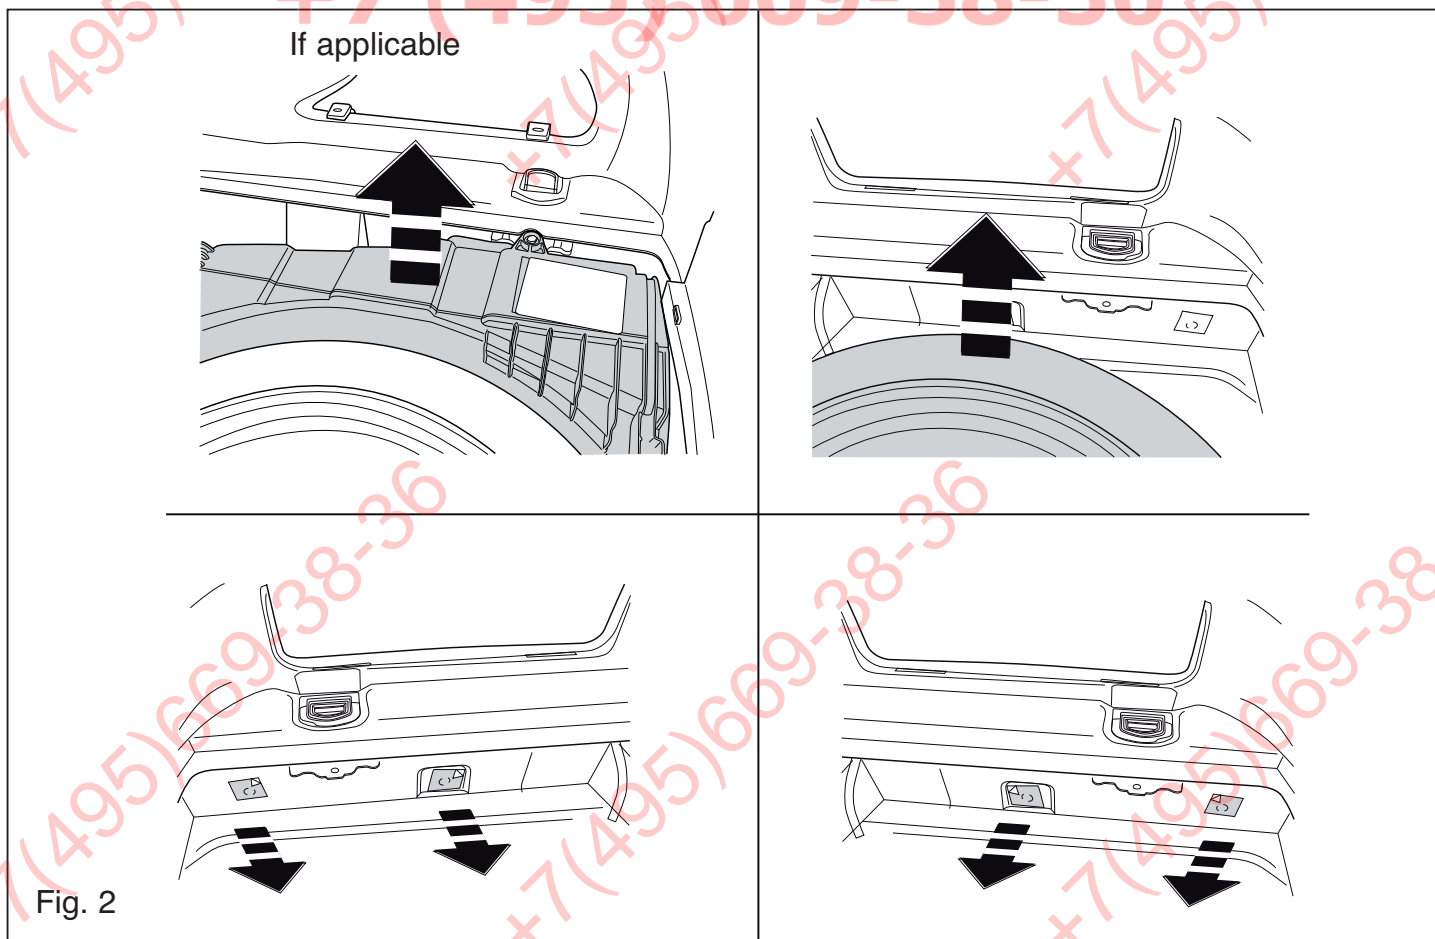

Fig. 2
2. Clear the boot and floor. See figure 2.
3. Remove any stickers that may be present at the points of attachment. See figure 2.
- Den Fußboden im Kofferraum frei machen. Siehe Abbildung 2.
- Gegebenenfalls die Aufkleber bei den Befestigungspunkten entfernen. Siehe Abbildung 2.
2. Dégager le plancher du coffre. Voir la figure 2.
3. Le cas échéant les autocollants placés sur les points de fixation. Voir la figure 2.